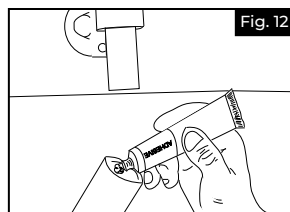

Fig. 12
Aplicar pegamento para aluminio y deslizar la unión interior a mitad de camino del larguero de vinilo (Fig. 12).
2. Una vez que se hayan finalizado los cortes y el bucle esté listo para ser instalado, fijar el conjunto de pasamanos con una unión recta o ajustable siguiendo las instrucciones indicadas en esta guía (Fig. 12, 13, 14, 15).